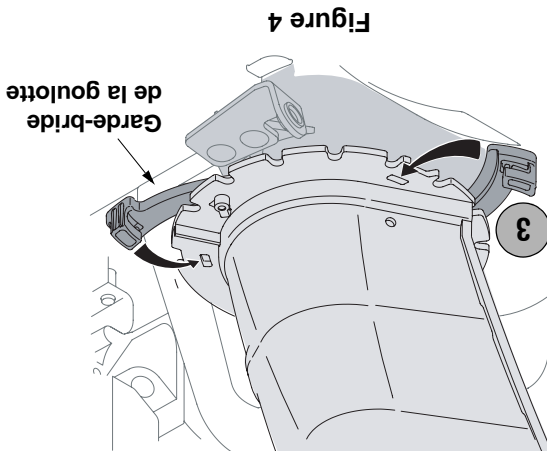

Figure 4
3. L'une des extrémités du guide de la goulotte est déjà fixée sur le collet de la goulotte. Faites pivoter l'autre extrémité pour l'aligner avec le collet de la goulotte et poussez pour le bloquer en position. Voir la Figure 4. Répétez le processus pour installer les autres guides.